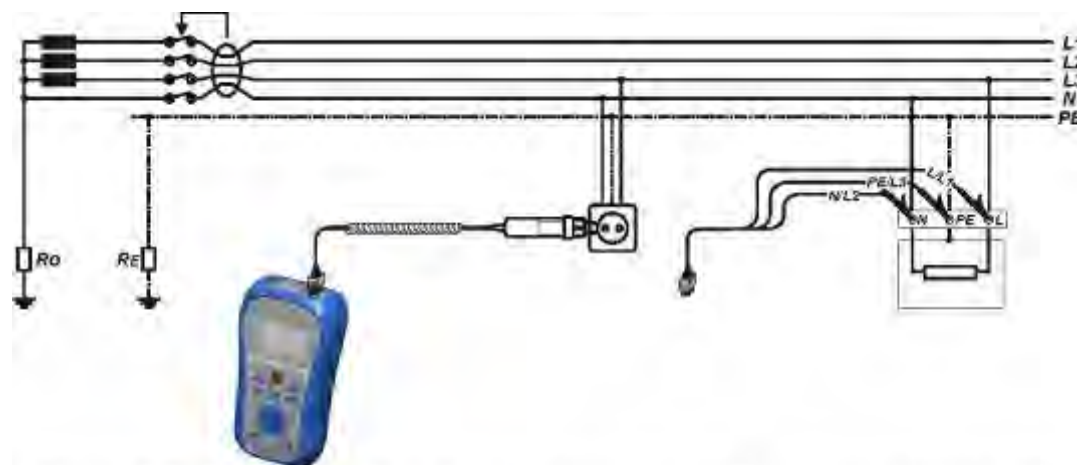

Рисунок 5.2: Подключение щупа командер и универсального тестового кабеля
- ❑ **Подключите** измерительные щупы к тестируемому устройству (см. рисунок 5.2).
- Подключите** измерительные щупы к тестируемому устройству (см. рисунок 5.2).
<ul style="list-style-type: none"> ❑ Выберите функцию RCD при помощи переключателя функций. ❑ Выберите подфункцию AUTO. <ul style="list-style-type: none"> ❑ Установите тестовые параметры (при необходимости). ❑ Подключите тестовый кабель к верхней части прибора. ❑ Подключите измерительные щупы к тестируемому устройству (см. рисунок 5.2). ❑ Нажмите клавишу TEST для выполнения измерения. 	Начало проверки